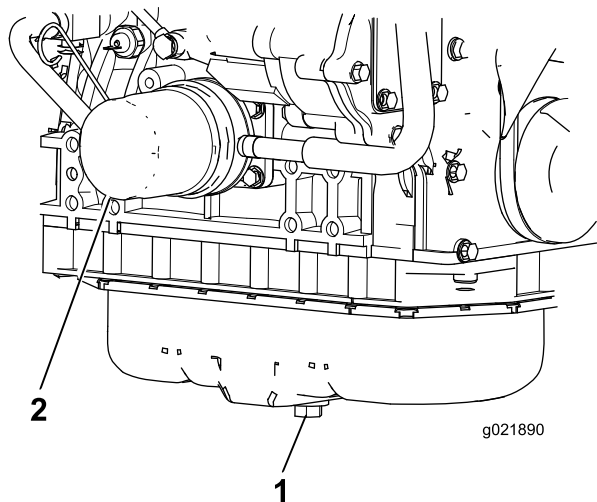

Figura 66
1. Retire o tampão de drenagem (Figura 66) e deixe o óleo escorrer para um recipiente adequado. Quando o óleo for drenado, volte a montar o tampão de escoamento.